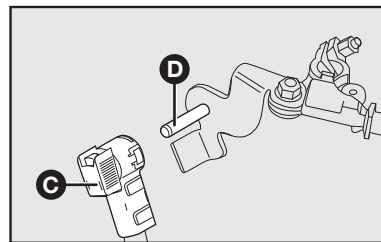

fig. 5
- Remova o engate rápido **C-fig. 5** do falso polo negativo **D-fig. 5**.